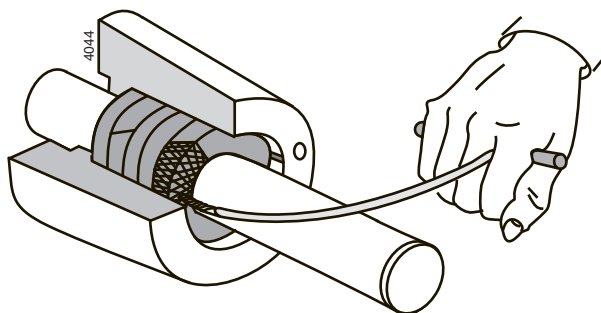

Bild 20: Borttagning av packboxflätor med packboxutdragare.
- Leverantören kan tillhandahålla ett speciellt utdragningsverktyg för avlägsning av den gamla tätningen. Se bild 20.